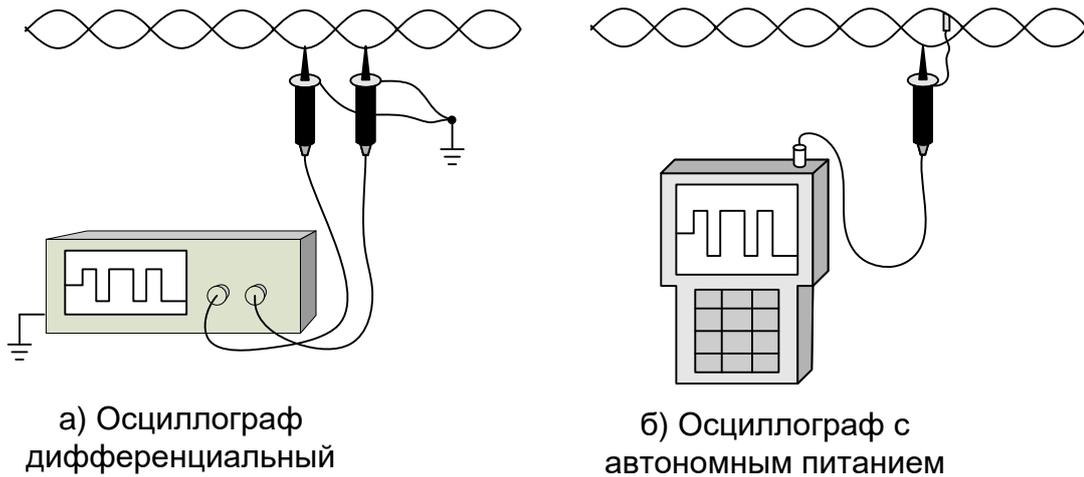

Рисунок 58
4. Проконтролировать осциллограммы сигналов в линии с помощью осциллографа с дифференциальными входами (рис. 58.а), либо переносного осциллографа с автономным питанием (рис. 58.б).